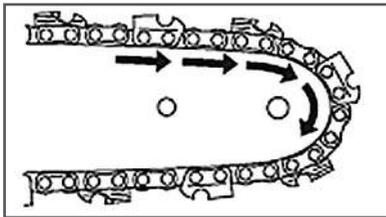

Рис. 3 Установка пильной цепи
- Установите пильную цепь как показано на Рис. 3. При установке цепи следите за тем, чтобы режущая кромка зуба была расположена вперед по ходу движения цепи, т.е. по часовой стрелке.